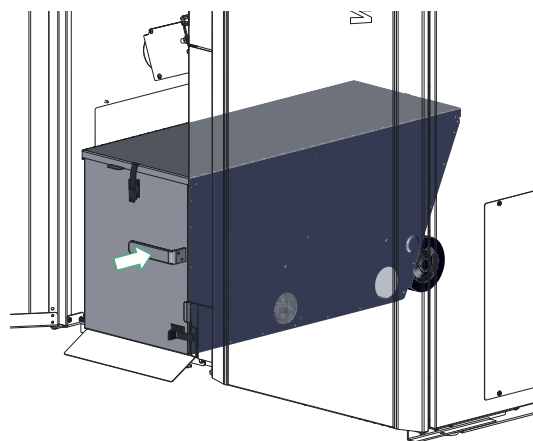

Fig. 124 Spingere il contenitore leggermente verso destra e introdurre del tutto la maniglia
- ▶ Spingere il contenitore cenere leggermente verso destra e introdurre del tutto la maniglia – Fig. 124.